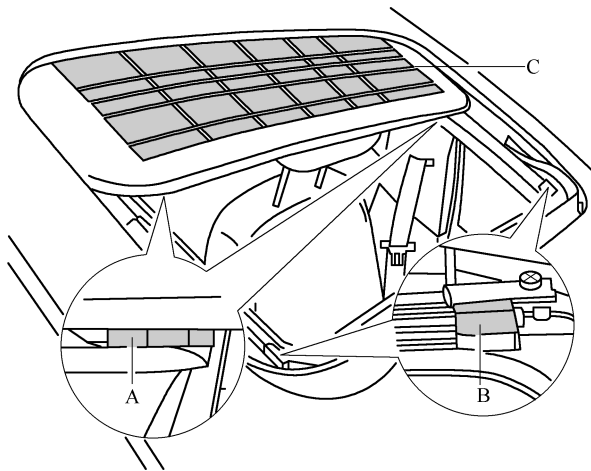

图 8-3-20 太阳能天窗的组成
(1) 太阳能模式只在滑动天窗已关闭或已外翻时才能使用, 由太阳能天窗 C 转换为电能的太阳能将经过接点 A (在滑动天窗的前边缘上) 和 B (在滑动天窗框架上) 传送到汽车电气系统, 如图 8-3-20